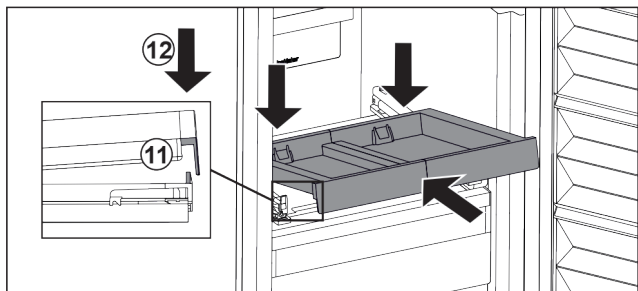

Fig. 26
- ▶ Šikmo zasuňte. Dbejte, aby byl na obou stranách doraz za západkou. Fig. 26 (11)
- ▶ Usadte vpředu vysouvací přihrádku. Fig. 26 (12)